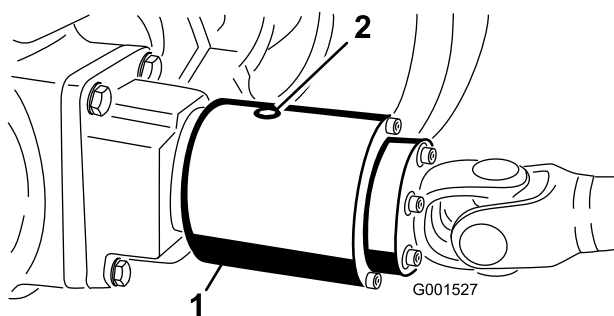

Figure 55
3. Tournez l'embrayage pour que le bouchon de vidange soit en bas (Figure 55).